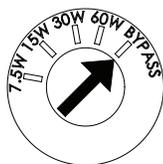

图 30
4. 使用平头螺丝刀将变压器阀门改为希望的功率级，如图 30 所示。